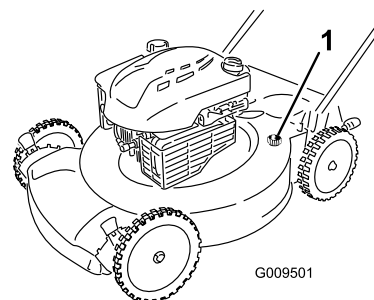

Figura 32
4. Collegate una canna da giardino al rubinetto dell'acqua e al foro di lavaggio sulla macchina (Figura 32).